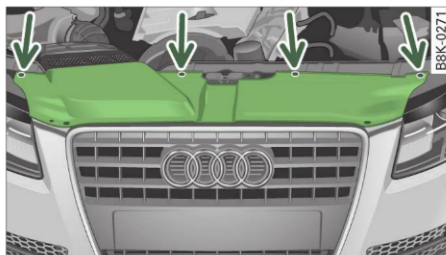

Fig. 259 Masca: Punctele de fixare marcate
- Desfaceți șuruburile de fixare ⇒ fig. 259 a măștii și scoateți masca.